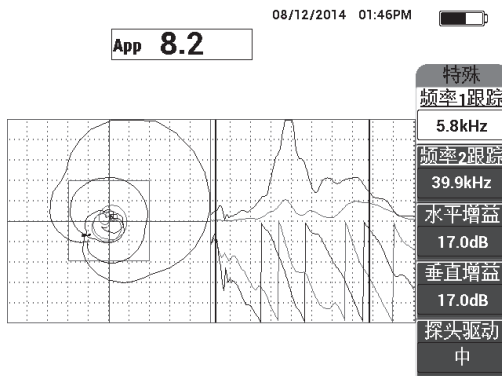

图 6-59 频率频谱图（屏幕右侧）
5. 慢慢地在缺陷上进行扫查, 仔细观察频率的频谱图 (右侧视图), 特别是波幅分量 (右图的上部) (参见第 155 页的图 6-59)。